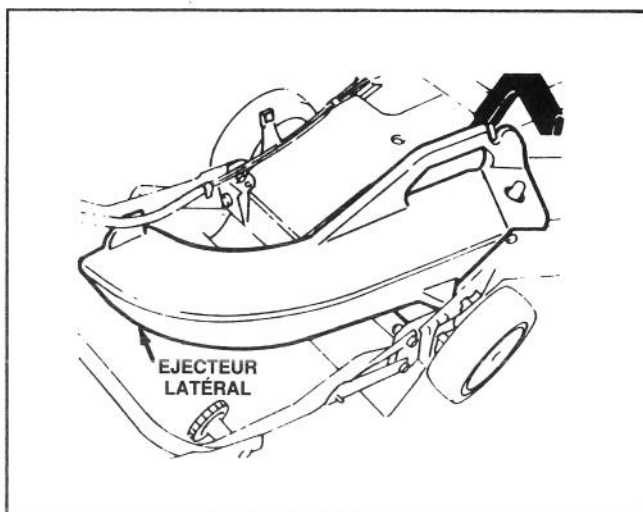

Figure 31
1. **Kit d'éjecteur latéral, modèle No. 59168** – se monte en quelques secondes sur l'arrière de la tondeuse, à la place du sac à herbe. Disperse les déchets tout en finissant de chaque côté. (Fig. 31).